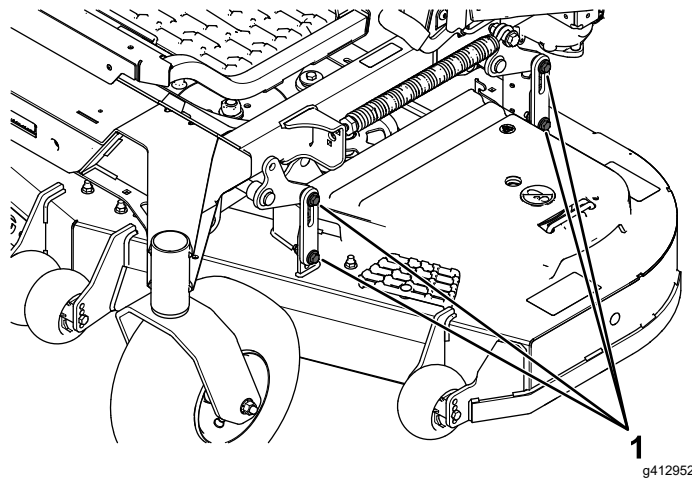

Figura 88
16. Afloje las contratueras (Figura 88) en las 4 esquinas y asegúrese de que la carcasa de corte queda bien asentada sobre los 4 bloques.